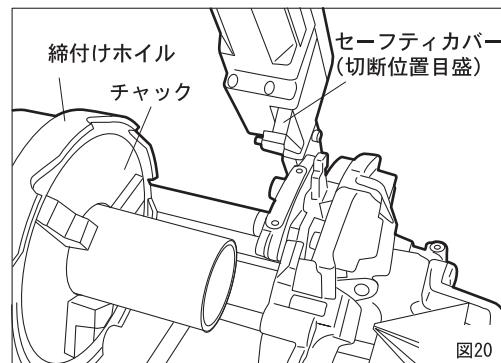

図20
- ① 切削するパイプは必ずしっかりとチャッキングしてください。
- ② セーフティカバーの切削目盛を切削位置に合わせ、パイプマシンのスイッチをONにしてください。(図20)